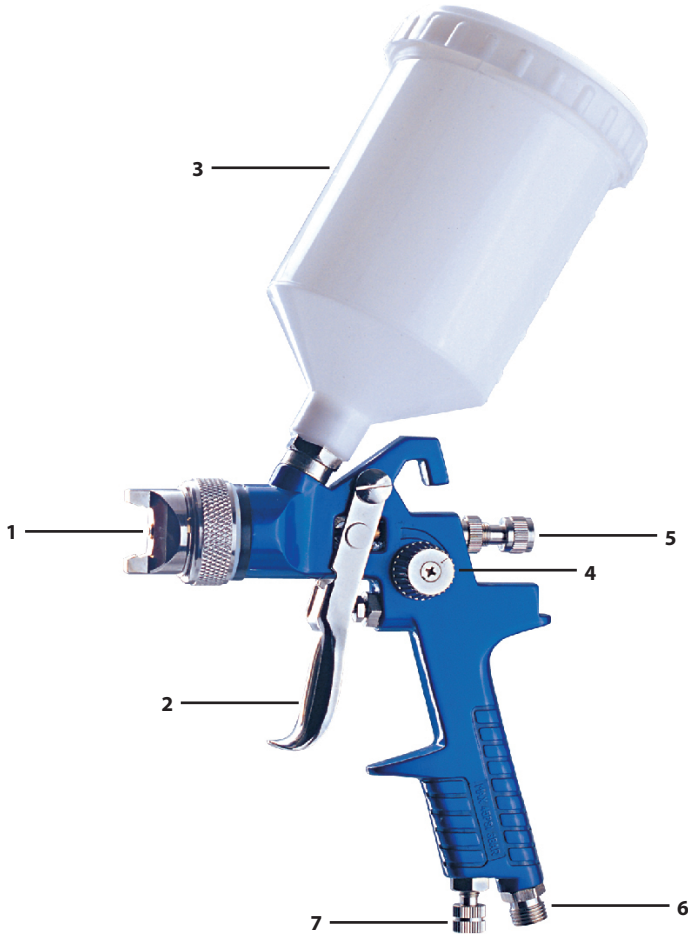

Рис. 1
1. Для того чтобы выбрать нужную форму распыления, необходимо поворачивать регулировочный винт (Рис.1). При повороте винта вправо, факел распыления примет форму круга, влево – эллипса.
2. Настройка интенсивности распыления осуществляется путем поворачивания винта (Рис.1).
3. Поворачивая регулировочный винт внизу рукоятки (Рис.1) по часовой стрелке, Вы можете увеличить объем воздушного потока, а, поворачивая против часовой стрелки, – уменьшить воздушный поток.